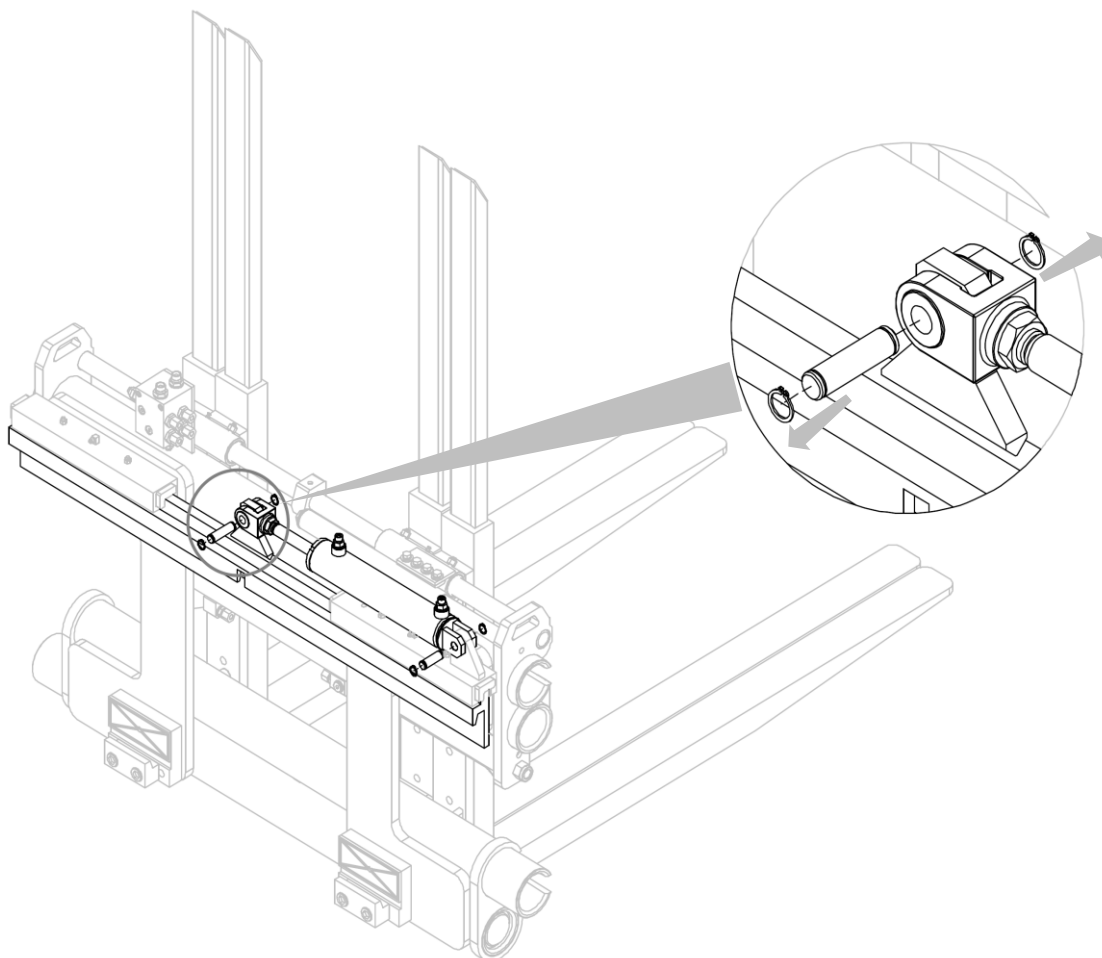

Figura 2
5. Rimuovere i due perni, con i relativi anelli elastici, che bloccano il cilindro dello spostamento laterale semi-incorporato (*Figura 2*).